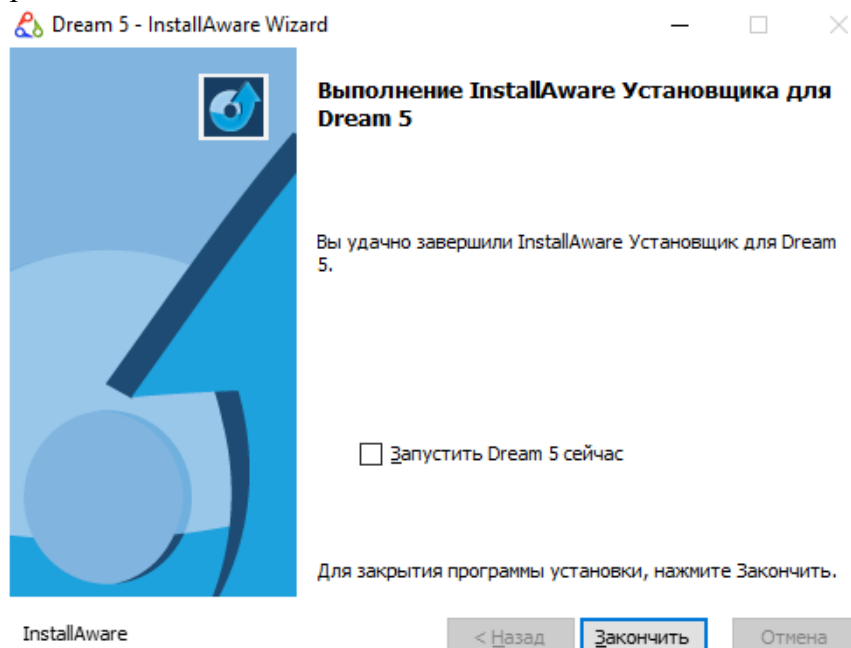

Рисунок 2.4.11
- в окне завершения установки (см. Рисунок 2.4.11) снять «галочку» в поле «Запустить Dream5 сейчас» и нажать кнопку «Закончить» для завершения процесса инсталляции.